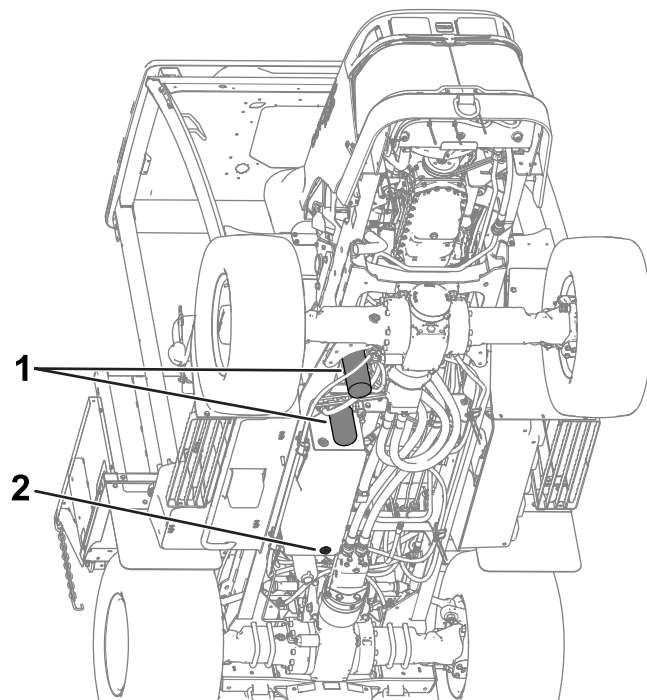

Figura 116
5. Togliete il tappo di spurgo dalla parte inferiore del serbatoio e lasciate spurgare il fluido idraulico nella bacinella (Figura 116).
8. Collocate una bacinella di spurgo sotto il filtro, e togliete il filtro (Figura 116).